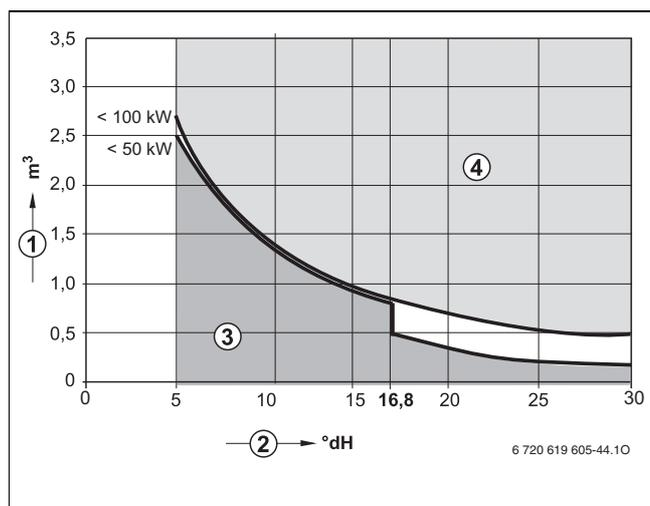

Fig. 7 Requisiti dell'acqua di riempimento per caldaie singole fino a 100 kW
- Utilizzare esclusivamente acqua di rubinetto non trattata (osservare il diagramma in fig. 7).
Per il controllo delle quantità di acqua ammesse in funzione della qualità dell'acqua di reintegro è necessario il diagramma della fig. 7.
- Se la quantità di acqua di riempimento effettivamente necessaria è maggiore del volume di acqua durante il ciclo di vita utile (→ fig. 7), allora sarà necessario trattare l'acqua. A tal fine, potranno essere utilizzati solo prodotti chimici, prodotti per il trattamento dell'acqua e simili consentiti da Buderus.